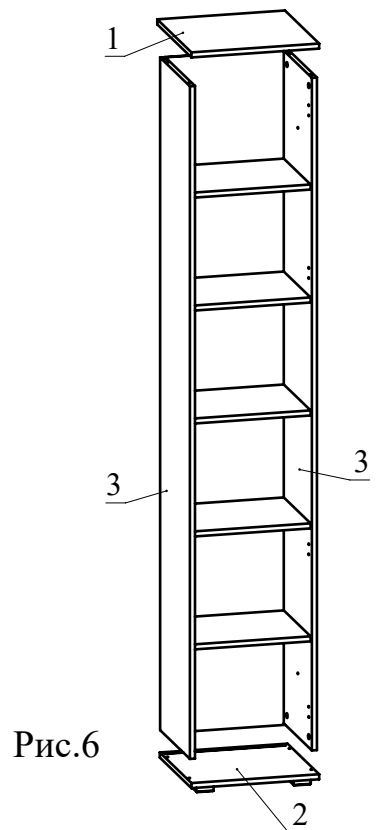

Рис.6
7. Установите детали 1 и 2 на детали 3 и затяните головки минификсов (Рис. 6).